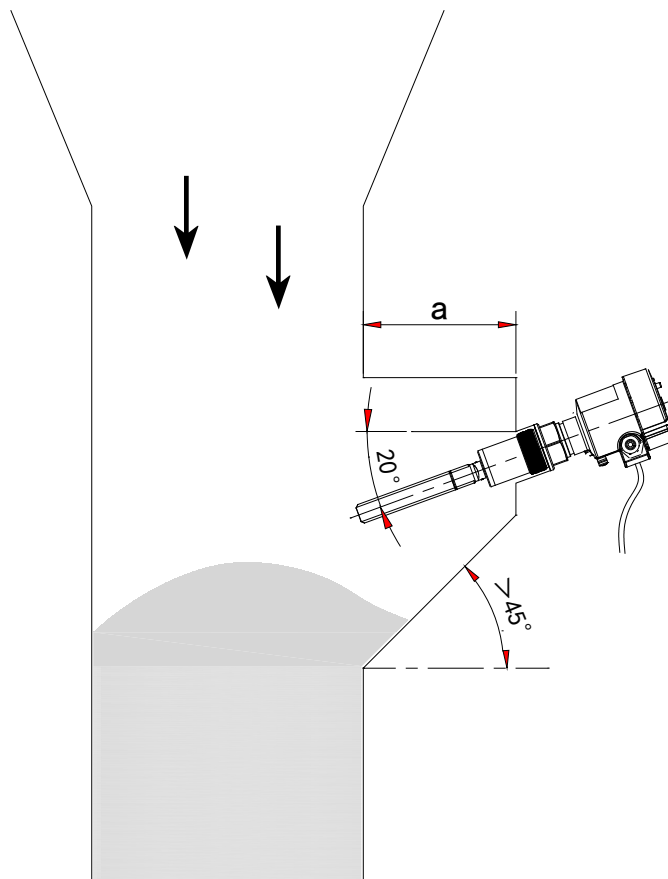

图 3 壁龕式安装示意图
(2) 壁龛式安装
□当物料（密度大、颗粒大）垂直落下并冲击料位开关探头时，为了确保测量仪表寿命以及测量效果，需将仪表安装于壁龛处，以保护探头不至于被物料压弯，如图 3 示。